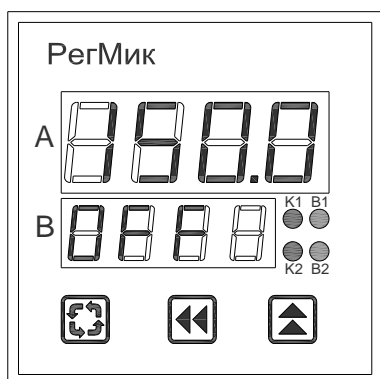

Рис. 4 Индикация запрета на включение двигателя на панели терморегулятора
- при включении не разогретого станка индикатор **В** сигнализирует запрет на включение двигателя (отображает **OFF**) см. рис.4